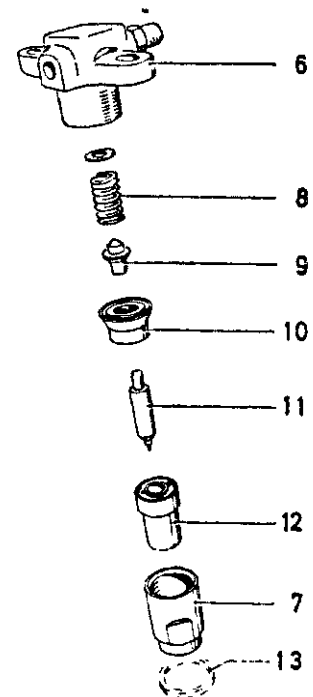

Fig. 54
4. Sett dyseholderen sammen igjen nøyaktig som vis i fig. 54 og påse at fjærtappen (9) settes med den spisse ende mot fjæren.